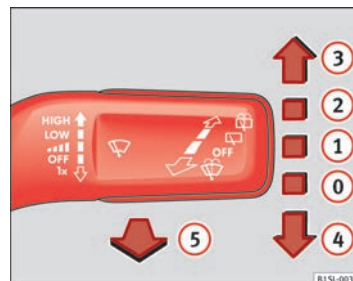

Fig. 60 Utilisation de l'essuie-glace.
- Appuyez sur le levier de l'essuie-glace brièvement vers le bas ⇒ fig. 60 (4).